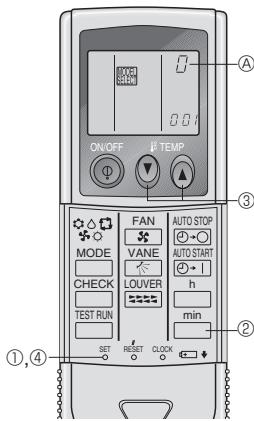

Fig. 6-9
3) Operación de ajuste del número de par del controlador remoto inalámbrico por infrarrojos (Fig. 6-9)
- ① Pulse el botón SET con algún objeto puntiagudo. Inicie esta operación cuando la pantalla del controlador remoto inalámbrico por infrarrojos esté apagada. El mensaje parpadeará y se iluminará el número de modelo (Model No.)
- ② Pulse el botón dos veces seguidas. El número "0" parpadeará.
- ③ Pulse el botón temp para seleccionar el número del par deseado.
- ④ Pulse el botón SET con algún objeto puntiagudo. El número del par seleccionado se enciende durante tres segundos y luego se apaga.
④ Número de par del controlador remoto inalámbrico por infrarrojos	Tarjeta PC interior